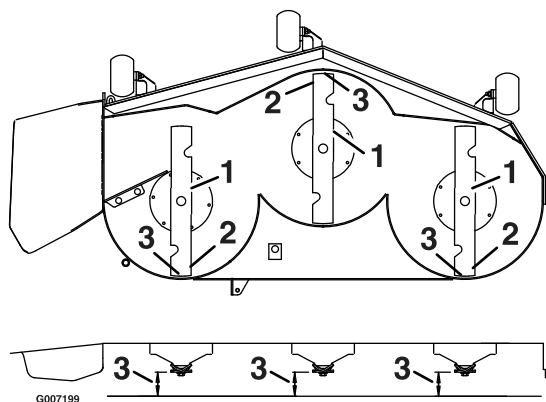

Bild 71
3. Drehen Sie die Messer vorsichtig, sodass sie in Längsrichtung zeigen (Bild 71).
4. Messen Sie zwischen der Messerspitze vorne und hinten und der ebenen Fläche (Bild 71). Wenn die vordere Messerspitze nicht 1,6 mm bis 7,9 mm niedriger als die hintere Messerspitze ist, machen Sie mit den Schritten zum Nivellieren des Mähwerks weiter.